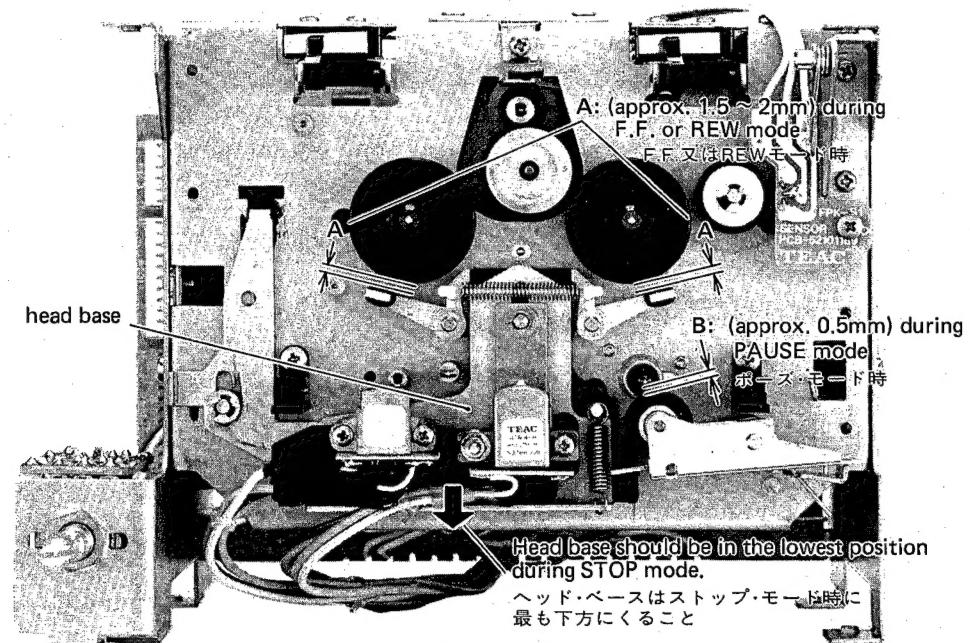

Fig. 4-2
- A clearance between brake drum and brake pad ("A" in fig. 4-2) of approx. 1.5 to 2 mm.
- Set the deck to PAUSE mode and observe the clearance between the pinch roller and capstan shaft ("B" in fig. 4-2). It should be approx. 0.5 mm.
- ブレーキ・ドラムとブレーキ・パッドのすき間(図4-2のA) が約1.5mm~2mmであること。
- ポーズ・モードの時にピンチ・ローラとキャブスタン・シャフトの間隔(図4-2のB) が約0.5mm であるか確認する。